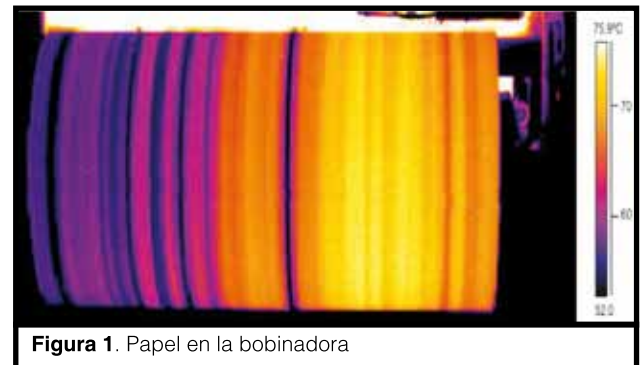

Figura 1. Papel en la bobinadora
La imagen térmica del perfil del papel en la bobinadora (Figura 1) muestra franjas longitudinales en la región del LA, las cuales son mucho más pronunciadas que las del lado de mando (LM). Estas diferencias de temperaturas son alrededor de 20°C.